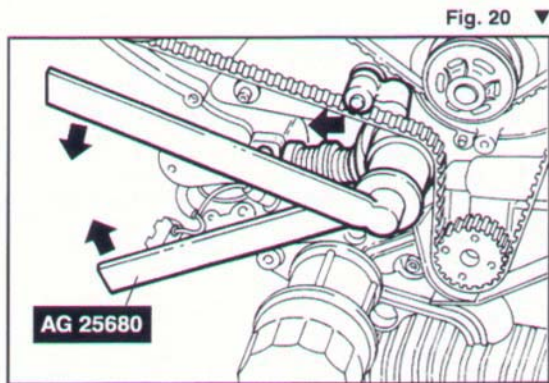

Fig. 20 ▼
- utilizzando l'attrezzo AG 25680 allentare la vite di fissaggio galoppino e ruotare il galoppino in senso orario per allentare la tensione della cinghia distribuzione, fino a comprimere completamente la molla del tendicinghia (Fig. 20), quindi serrare la vite a brugola di fissaggio posizione puntale tendicinghia;
- use tool AG 26580 to slacken the tightening pulley and turn the tightening pulley clockwise to slacken tension of the timing belt, until the belt tightener spring is fully compressed (Fig. 20), then tighten the Allen screw for belt tightener rod positioning;